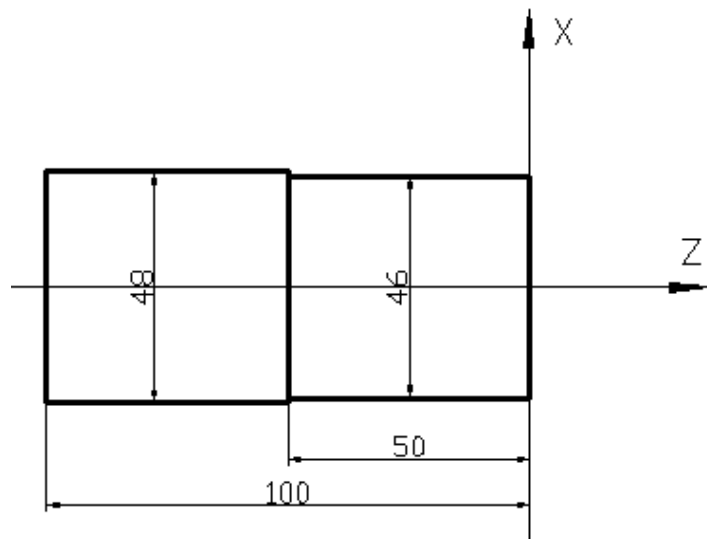

图 3-1 加工零件
(1) 加工如图 3-1 所示工件，棒料尺寸为 $\Phi 50 \times 150\text{mm}$
根据机械加工工艺及本说明书的代码解释，建立图 3-1 所示的工件坐标系，编辑程序如下（假设程序运行前绝对坐标是 X0 Z0）：